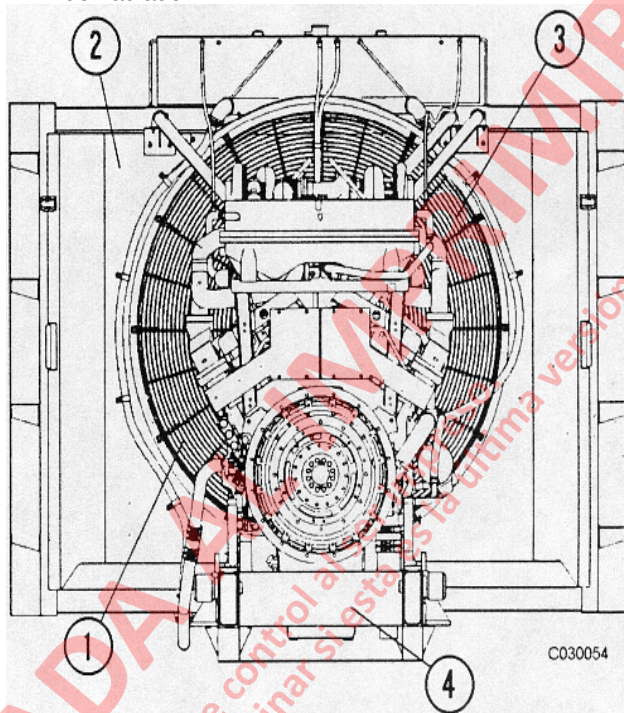

FIGURA 3-4 PROTECCIÓN DEL VENTILADOR.
8. Saque los tornillos y golillas de seguridad para liberar la protección del ventilador (1 y 3, Figura 3-4) de la protección del radiador (2). Las dos mitades de la protección del ventilador pueden desensamblarse y desmontarse, o puede moverse la protección completa hacia atrás, para despejar